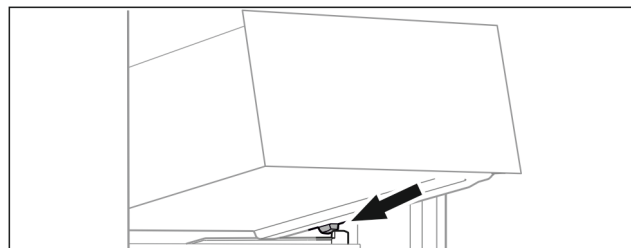

Fig. 17
- ▶ Наклоняя вниз, установите выдвижной ящик за стопоры на контейнерное ребро Fig. 17 ().